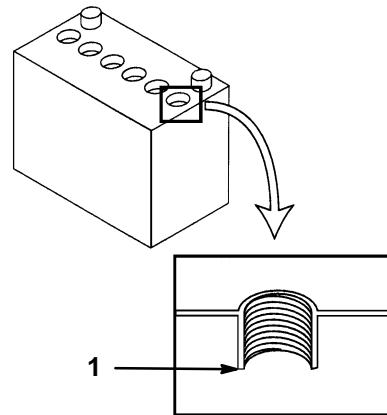

Abbildung 54
4. Die Zellenabdeckungen öffnen, um in die Zellen zu sehen. Die Füllsäure muß bis zum unteren Teil der Röhre reichen (Abb. 54). Der Füllsäurestand darf nicht unter die Platten fallen.
2. Die Deckel abnehmen (Abb. 54).
3. Langsam destilliertes Wasser in jede Batteriezelle gießen, bis die Flüssigkeit bis zum unteren Teil der Röhre reicht (Abb. 54).